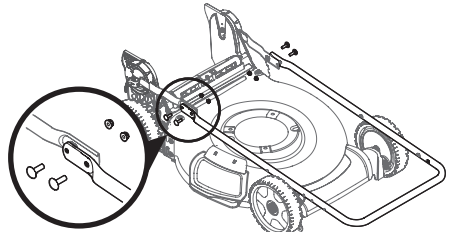

Figura 12
- Usando los cuatro pernos de carro y las tuercas que se extrajeron en el PASO 1, asegure la manija superior a la manija inferior. Ajuste los herrajes firmemente para asegurar la manija en su lugar (Figura 12).